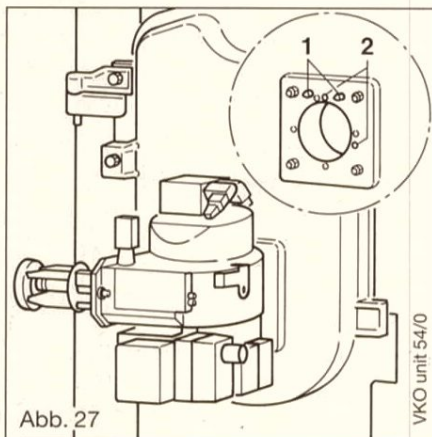

Abb. 27
Legende zu Abb. 27
- Gebläsebrenner herausziehen und mit den jeweiligen Langlöchern an den Aufhängbolzen (1) Abb. 27 der Kesseltür aufhängen